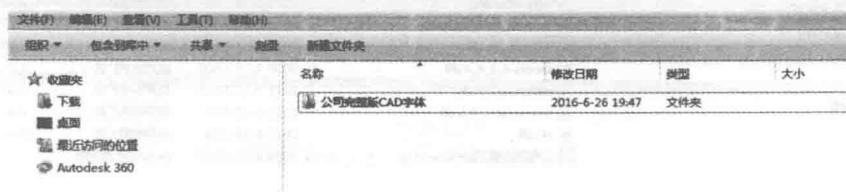
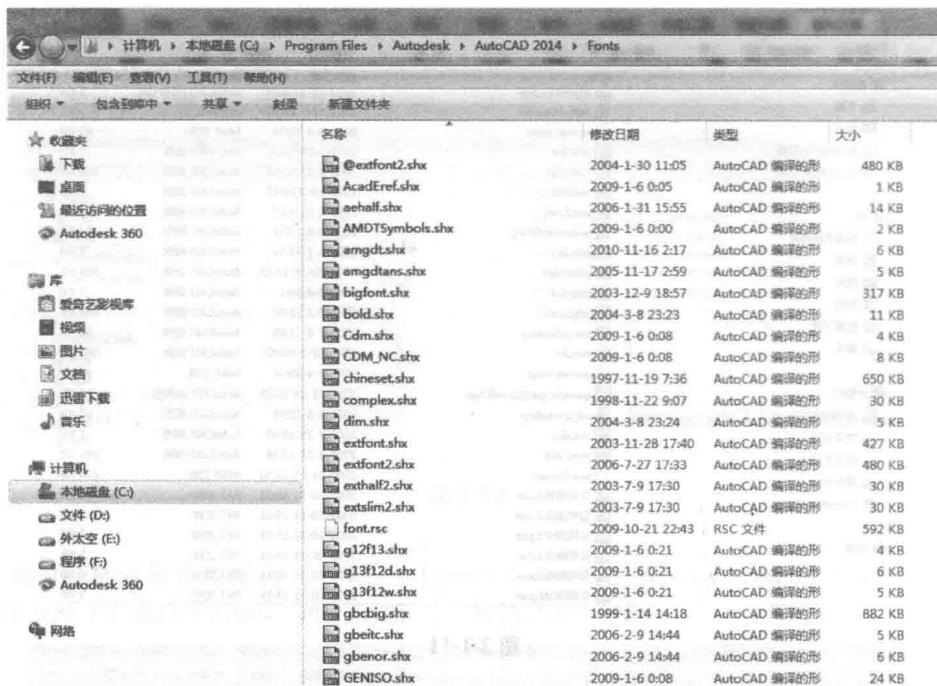

图 2-1-13
图 2-1-14
(3) 公司 CAD 字体填充设置：将公司字体文件放入 AutoCAD 2014 安装根目录中“Fonts”文件夹中，如图 2-1-13、图 2-1-14 所示。